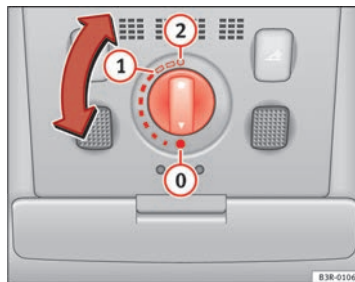

Fig. 82 Detalle del revestimiento del techo: Mando giratorio para el techo corredizo/deflector
El techo corredizo / deflector se maneja con el mando giratorio ⇒ fig. 82. El mando giratorio se puede ajustar a diferentes niveles de encastre para levantar o correr el techo y sólo funciona con el encendido conectado. La posición de techo deflector sólo se puede ajustar en la posición del mando giratorio ①.
- Gire el mando hasta la posición ① ⇒ fig. 82 hasta que encastre de un modo perceptible. El techo se abrirá únicamente hasta alcanzar la posición de confort, en la cual el ruido del viento no molesta.
- Gire el mando a la posición ① ⇒ fig. 82 para cerrar el techo ⇒ ⚠.
- Gire el mando a la posición de partida ① ⇒ fig. 82.